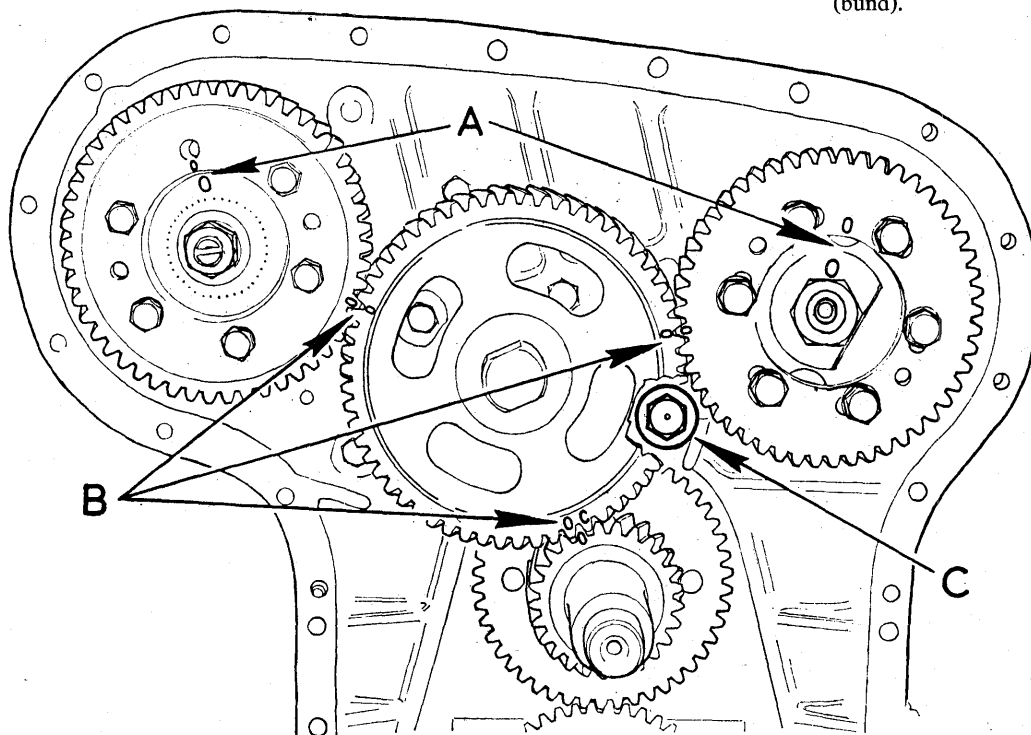

Fig. 4. Takthjulene.
Kædestrammeren kan kun fornyes som et samlet aggregat, selv om kun en enkelt del er slidt eller beskadiget. Det er yderst vigtigt, at spændepladerne (5) og palerne (8) monteres rigtigt, d.v.s. med tænderne vendt som vist i fig. 4. Indstillingen svarer til det lers ikke fungerer.
Takthjulene og deres nav er 0-mærkede, som vist i fig. 4. Indstillingen svarer til det foran beskrevne under: Kæde.